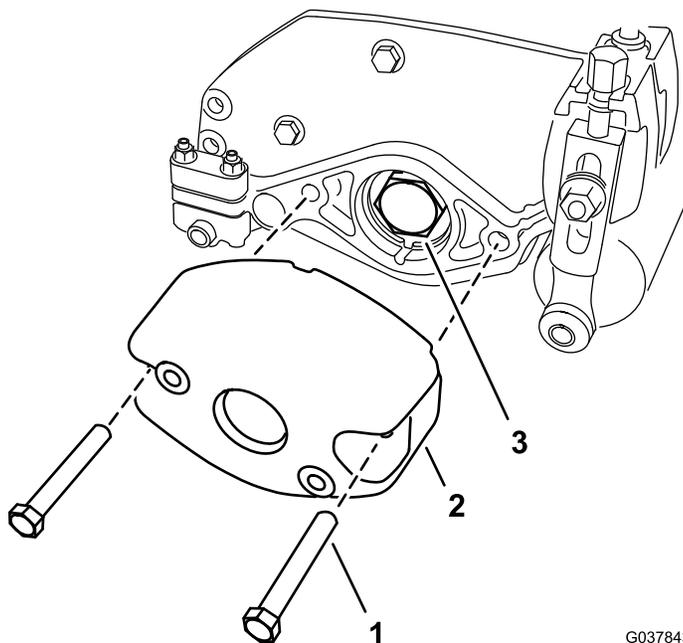

Figura 4
1. Rimuovete i 2 bulloni (5/16" x 2 1/4") dai 2 dadi (mantenuti fissati dalla piastra laterale) che fissano il contrappeso sulla piastra laterale dell'apparato di taglio. Rimuovete il contrappeso (Figura 4).
3. Togliete il dado del cuscinetto dall'albero del cilindro (Figura 4).